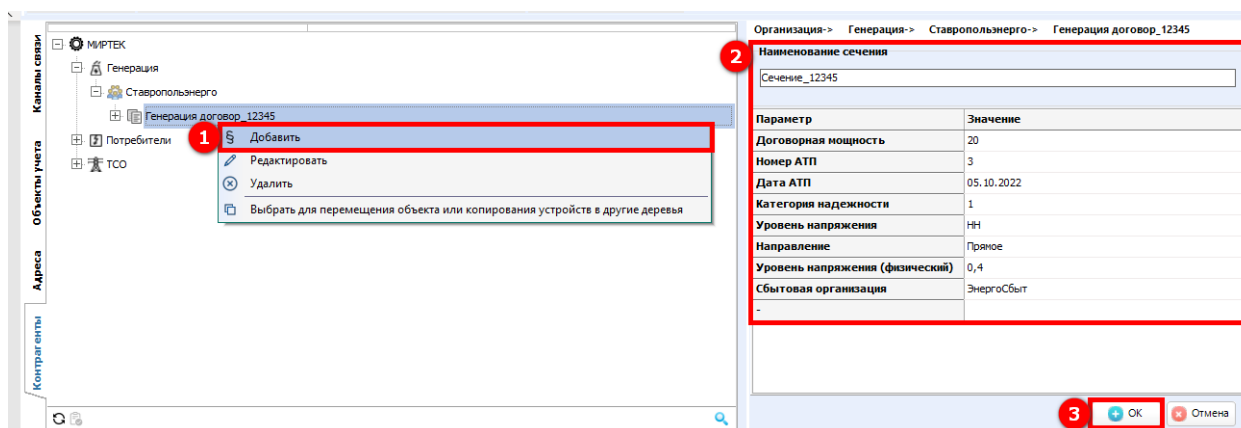

Рисунок 360 – Добавление сечения
Для добавления сечения в контекстном меню выбираем **Добавить** (1) (см. рисунок 360). В открывшемся окне указываем наименование сечения, а также заполняем значения параметров (2). Параметры данного компонента представляют собой отдельные технические характеристики, которые указаны в Акте о технологическом присоединении, который выдается сетевой организацией. После заполнения всех необходимых полей нажимаем кнопку **ОК** (3).